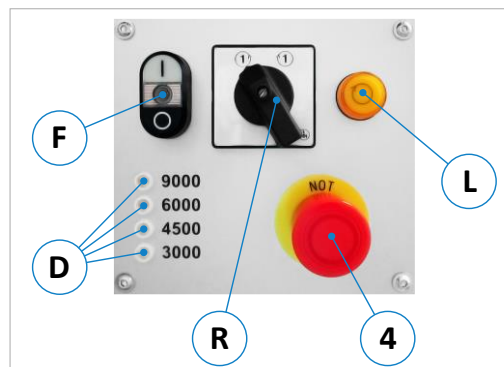

Figure 13 : panneau de commande
Après la mise en marche de l'interrupteur principal (1), la vitesse de rotation réglée en fonction de la position de la courroie est affichée par la lampe de signalisation (D) correspondante (voir ⇒ Figure 13). Le réglage de la vitesse de rotation s'effectue conformément au chapitre ⇒ 12.
En cas de danger ou de dysfonctionnement dans le déroulement du travail, la machine peut être arrêtée rapidement et de manière fiable à l'aide du bouton d'arrêt d'urgence (4) placé sur le panneau de commande (voir Figure 13).
- Lorsque la broche est en marche, appuyer d'abord sur le bouton poussoir (F) sur « O » pour arrêter la broche (voir ⇒ Figure 13). Puis attendre env. 15 secondes → Le frein moteur s'ouvre automatiquement.